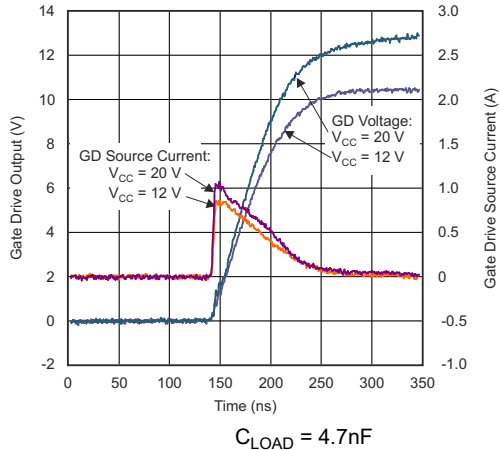
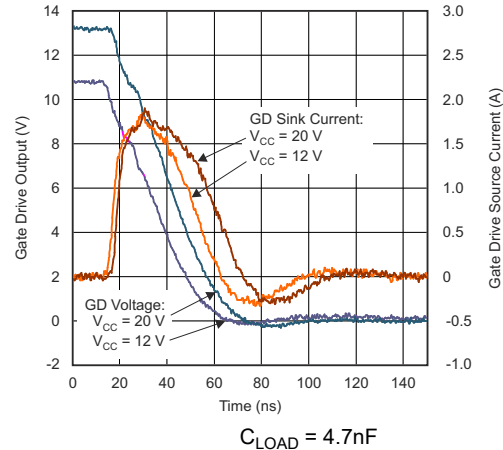
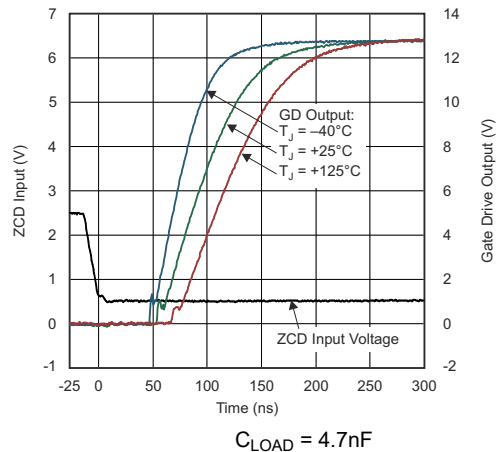
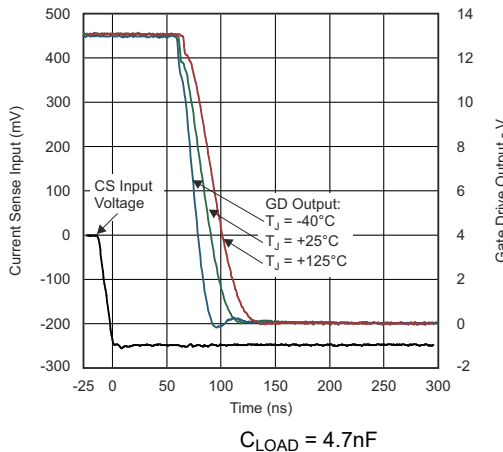

図 6-13. ゲート駆動立ち上がり時間との関係
図 6-14. ゲート駆動立ち下がり時間との関係
図 6-15. ゲート駆動立ち上がり / ZCD 入力からの遅延時間との関係
図 6-16. ゲート駆動立ち下がり / CS 入力からの遅延時間との関係
- 代表的なゲート駆動波形については、「代表的特性」の図 6-13、図 6-14、図 6-15、図 6-16 を参照してください。